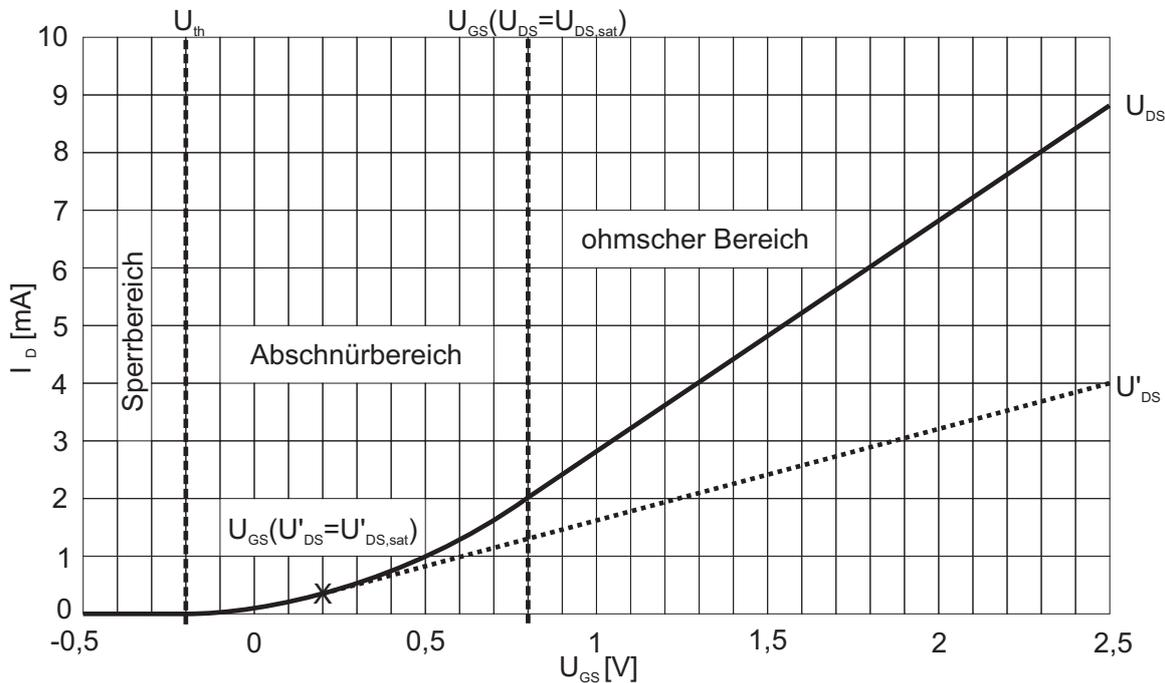

Abb. 4.2: Kennlinie eines MOSFET
4.2 a) Steuerkennlinie. Rest siehe Abb. 4.2.